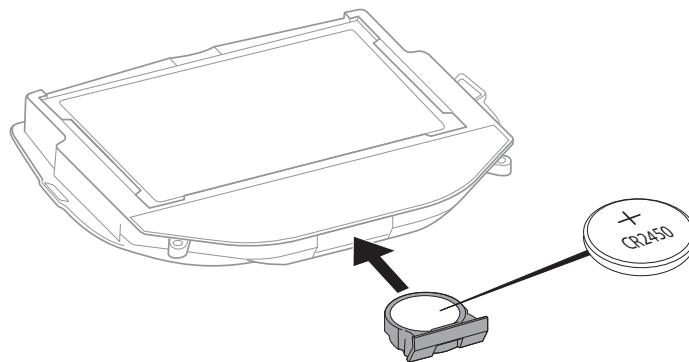

Fig. 21h
- e. Para reemplazar la batería, desde la parte frontal del filtro ADF, ubica una ranura pequeña en la parte inferior. Haz palanca para sacar el soporte de la batería con un clavo o destornillador pequeños. Reemplaza con una batería tipo botón CR2450 nueva y vuelve a colocar el soporte de la batería (Fig. 21h). Todas las luces indicadoras en el filtro ADF deben alternar.